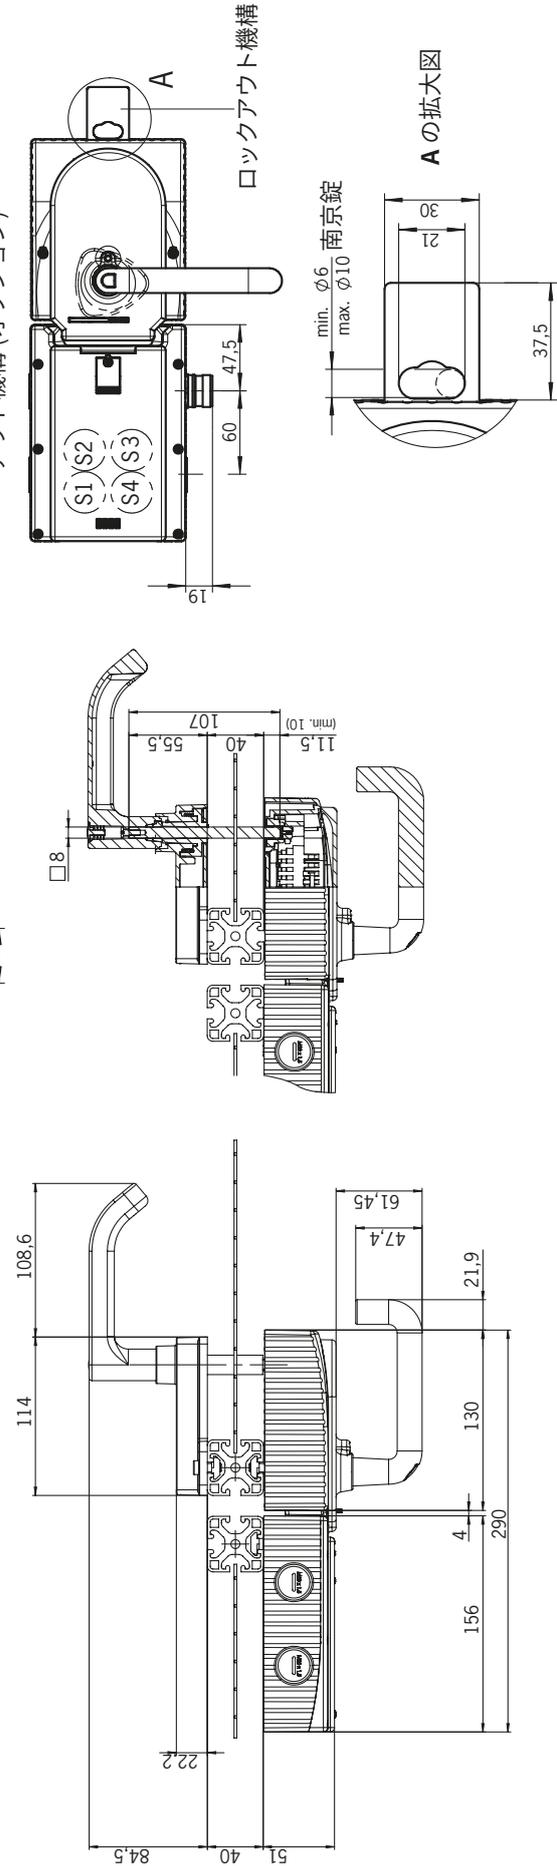
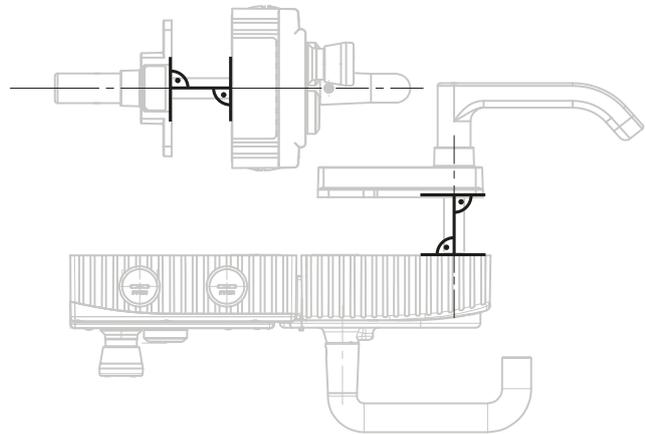

図 4: 寸法図 (MGB 取付済み、オプションの取付プレートなし)
図 8: 右側ヒンジドア用取り付けの例 (外観図)
- ▶ ハンドル モジュールに対して直角にエスケープリリース軸を合わせます。図 4 および 図 8 を参照してください。
取り付け手順に関しては、図8および図9～図14を参照してください。